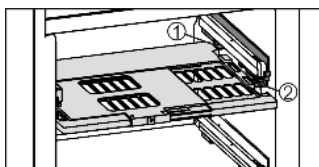

Fig. 19
- ▶ Inserimento della piastra di regolazione dell'umidità: inserire le nervature del coperchio della piastra dal basso nel supporto inferiore Fig. 19 (1) e inserire anteriormente nel supporto Fig. 19 (2).